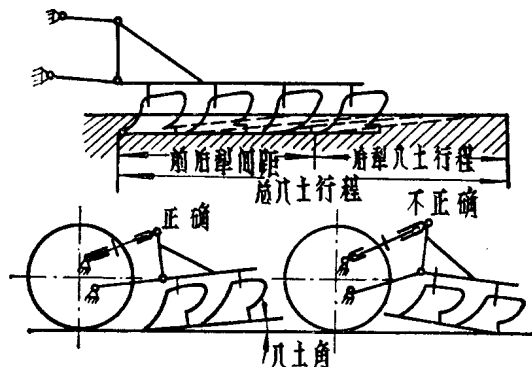

图1-4 犁的入土行程及调整
1. 犁的入土及入土行程的调整：犁在地头入土时，并不是立即而是逐步达到所要求的耕深。从入土到规定耕深，犁所前进的距离叫作入土行程（图1-4）。多铧犁因前后犁体错